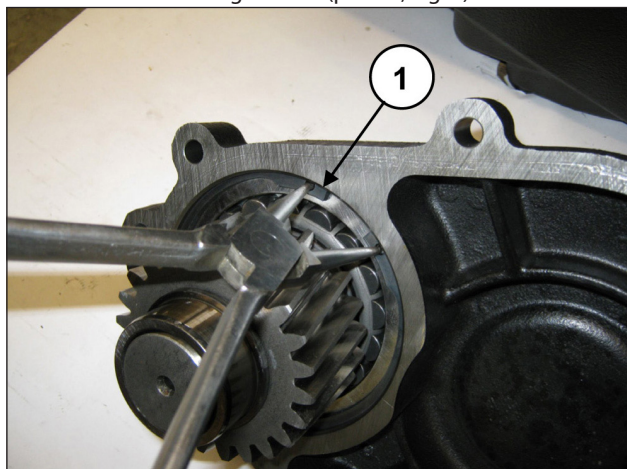

Fig. 7
È possibile provvedere allo smontaggio completo del coperchio riduttore dal pignone procedendo come segue: Rimuovere l'anello seeger Ø120 (pos. ①, Fig. 7).